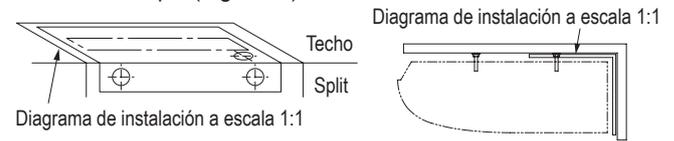

Fig. 4-10
- Si se coloca el diagrama de instalación a escala 1:1 doblado en ángulo recto entre techo y pared se pueden elegir las ubicaciones de la entrada para las tuberías y el cableado interiores y también las ubicaciones de cada uno de los pernos de suspensión. Marcar la ubicación de los agujeros con un lápiz (Fig. 4-10).